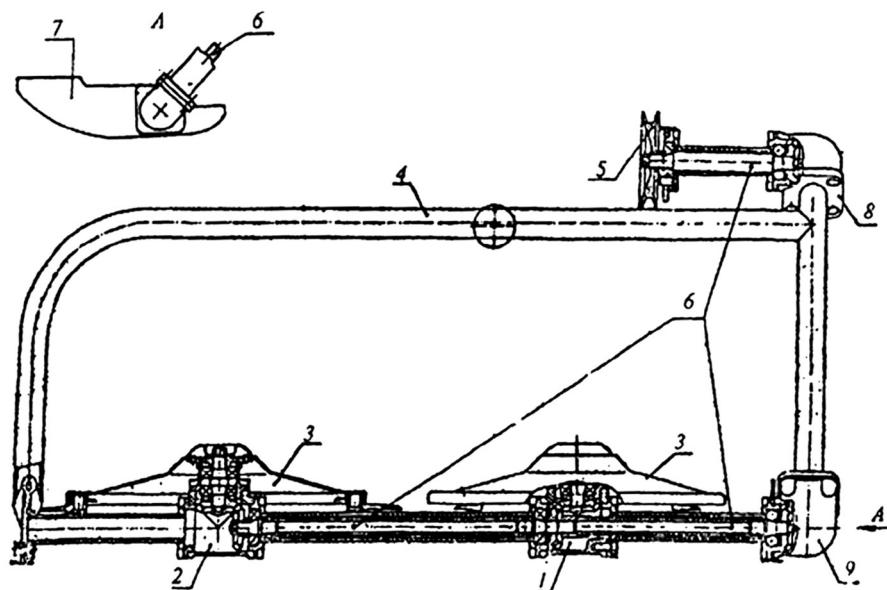
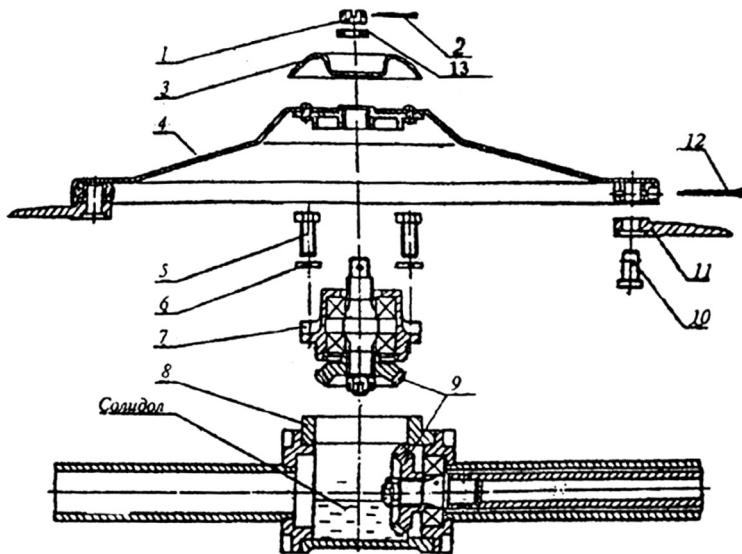

Рис.1. Косилка роторная
Рис.2. Режущий диск и его привод
- 5.1. Общий вид косилки представлен на Рис. 1. Конструкция режущих дисков и редуктора привода дисков представлены на Рис. 2.
- 5.2. Передача крутящего момента от приводного шкива 5 (рис. 1) к режущим дискам передается с помощью шлицевых торсионных валов 6 и кони-
ческих шестерен 9 (рис. 2).
7.6. После первых 30 минут работы новой косилки необходимо остановить двигатель мотоблока и проверить крепление деталей 1 ;2; 10; 11 и 12 (Рис. 2), а также затяжку крепления деталей косилки.
8.2.1. Для заполнения редуктора привода первого и второго режущих дисков 1 и 2 (рис. 1) необходимо отвернуть гайку 1 (рис. 2), снять шайбу защитную 3 и диск 4, отвернуть четыре болта 5, снять пружинные шайбы и корпус ведомой шестерни 7.
8.2.2. Для заполнения верхнего углового редуктора 8 (рис. 1) необходимо отвернуть четыре болта крепления редуктора к раме 4, затем снять редуктор 8 вместе с приводом от шкива 5. В полость редуктора добавить 50 мл смазки. Сборку редуктора произвести в обратном порядке.
8.2.3. Для заполнения нижнего углового редуктора 9 (рис. 1) необходимо отвернуть четыре болта крепления редуктора к раме 4 и два болта крепления редуктора привода второго режущего диска 2 к раме 4, затем снять нижний угловой редуктор вместе с редуктором 1 и 2. В полость 9 добавить 50 мл смазки.